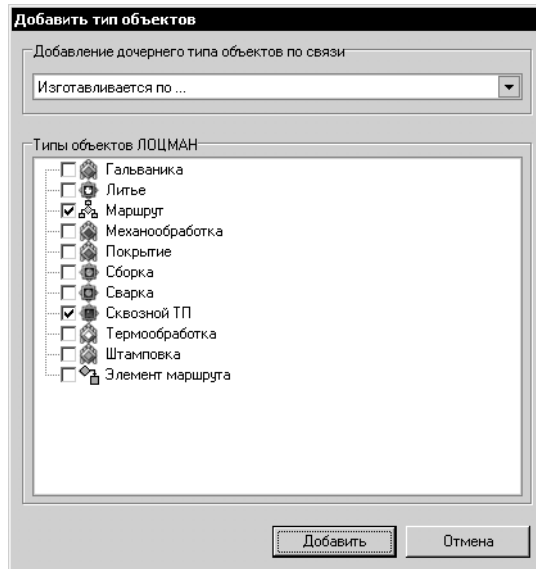

Рис. 23.26. Добавление дочернего типа объектов
3. В открывшемся окне **Добавить тип объектов** (рис. 23.26) в верхней части выберите связь объекта и его дочернего типа (например, связь «Документы»).
4. Установите маркеры напротив тех объектов, которые требуется добавить (рис. 23.26).